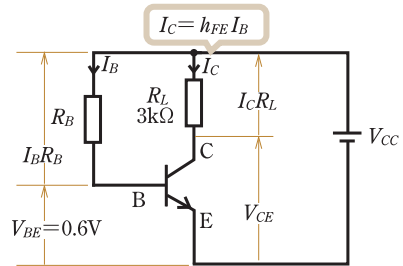

図13
#### 例題2 図13の固定バイアス回
**問 6** 図13の回路において  $V_{CC} = 12\text{V}$ 、 $I_B = 10\mu\text{A}$  としたとき、 $R_B$  の値を求めよ。ただし、 $V_{BE} = 0.6\text{V}$  とする。
**問 7** 図13の回路において  $V_{CC} = 12\text{V}$ 、 $I_C = 2\text{mA}$  としたときのコレクタ・エミッタ間電圧  $V_{CE}$  と  $R_B$  の値を求めよ。ただし、 $h_{FE} = 250$ 、 $V_{BE} = 0.6\text{V}$  とする。